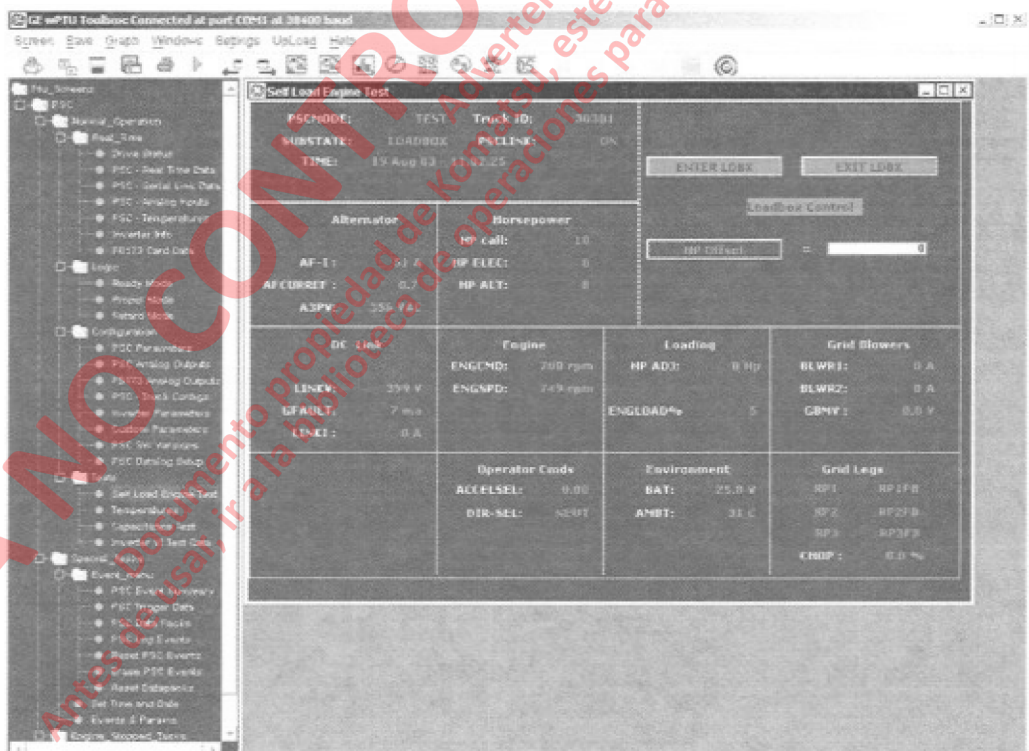

FIGURA 3-16. PANTALLA INICIAL DE PRUEBA DE AUTOCARGA DEL MOTOR.
- Compruebe que los valores sean similares a la pantalla inicial de prueba de autocarga del motor en la Figura 3-16,